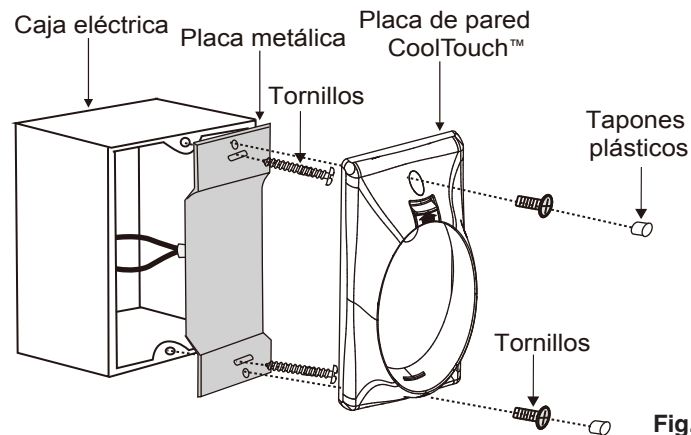

Fig. 29
**Paso 2.** Instala la placa de metal y la placa de pared CoolTouch™ en la caja eléctrica de pared existente con los 4 tornillos provisto. Luego coloca los dos tapones de plástico en la placa de pared. (Fig. 29)